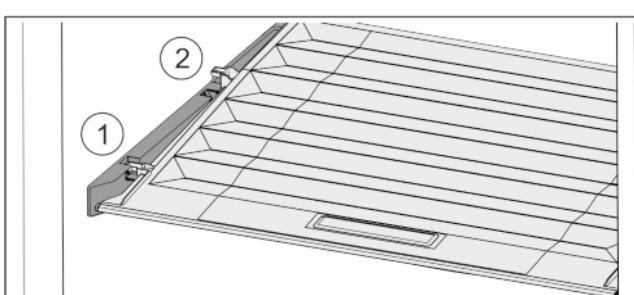

Fig. 28
- Издърпайте напред Fig. 28 (1) капака до отвора в задържащите части.
- Повдигнете го отзад отдолу и отстранете Fig. 28 (2) нагоре.